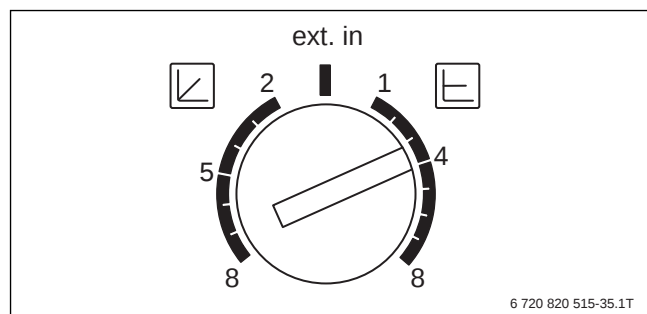

Bild 22 Einstellmöglichkeiten Pumpe PC0
- Die Pumpen PC0 der Pumpengruppen der Gas-Brennwertgeräte müssen auf $\Delta p = \text{konstant}$ eingestellt werden. Die Einstellung erfolgt direkt an den Pumpen PC0 (→ Bild 22). Der Förderdruck der Pumpen PC0 ist entsprechend dem Druckverlust des Wärmetauschers des zugehörigen Gas-Brennwertgeräts zu wählen.